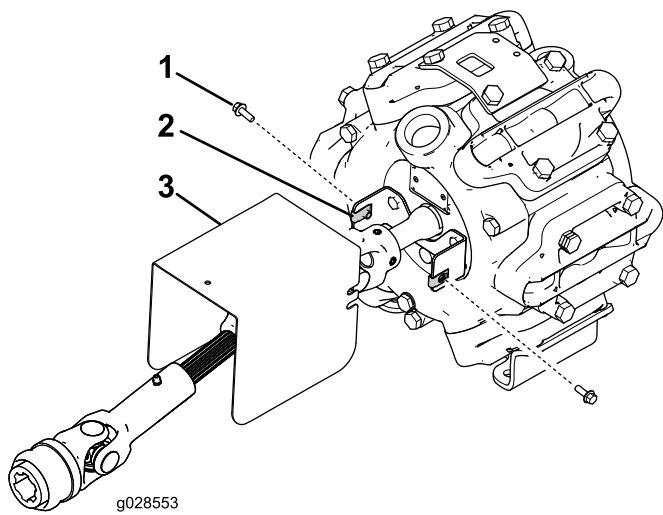

Рисунок 5
7. Установите щиток вала привода на опорный кронштейн щитка с помощью двух болтов с фланцевыми головками (1/4 x 3/4 дюйма) и двух зажимов (Рисунок 5).